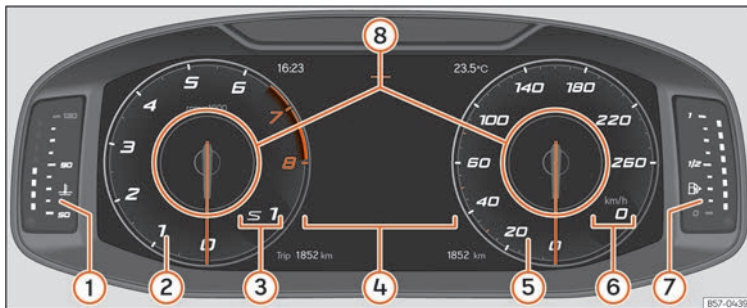

Fig. 55 SEAT Digital Cockpit no painel de instrumentos [vista clássica].
Em todas as vistas é possível personalizar a informação que aparece em **Perfis de informação** »» **Fig. 55 ⑧**.
Os ponteiros de rotações por minuto e do velocímetro aparecem em todo o seu comprimento » **Fig. 55.**